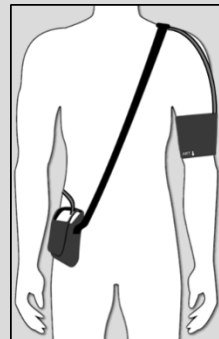

Fig. 1: Mobil-O-Graph® med skulderstrop
- Sørg for korrekt placering af skulderrem/hoftebælte og manchetslange, se fig. 1.
- Slangeforbindelsen på manchetten skal rettes opad, se fig. 1.